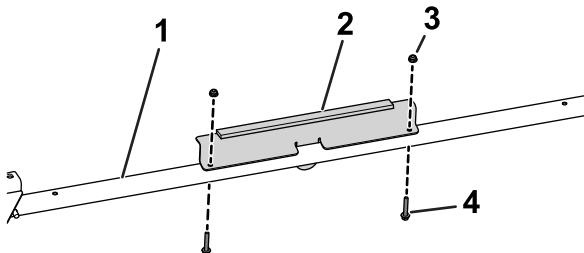

Figura 37
- Utilice 2 pernos de cabeza hexagonal con arandela prensada (1/4" x 1 $\frac{1}{2}$ ") y 2 tuercas (1/4") para sujetar el soporte delantero al enlace transversal delantero (Figura 37).